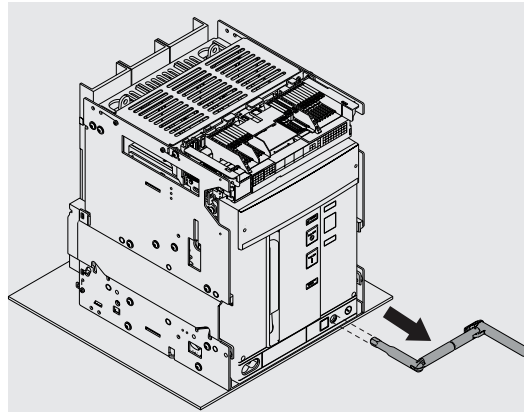

Figure 92
12. Extraire la manivelle. Voir Figure 92.